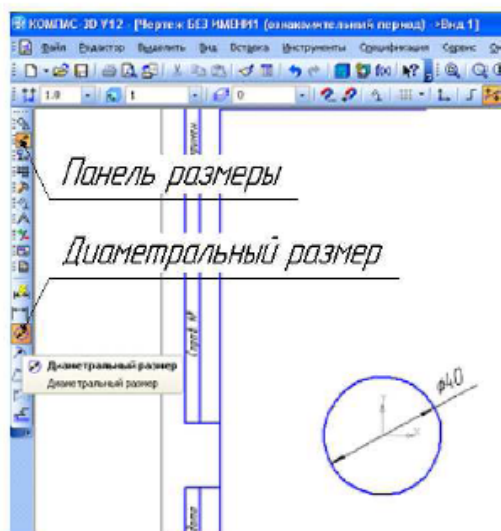

Рисунок 7 – Установка диаметрального размера
3. Установите диаметральный размер. Для этого в компактной панели инструментов, (рис. 7) выберите панель **Размеры**, ниже активизируйте команду **Диаметральный размер**, наведите курсор на построенный контур окружности (окружность станет красного цвета), щелкните один раз левой кнопкой мыши. Зафиксируйте появившейся фантом размера нажатием лавой кнопки мыши согласно стандартам ЕСКД или как на рис. 7. Нажмите **Esc**.